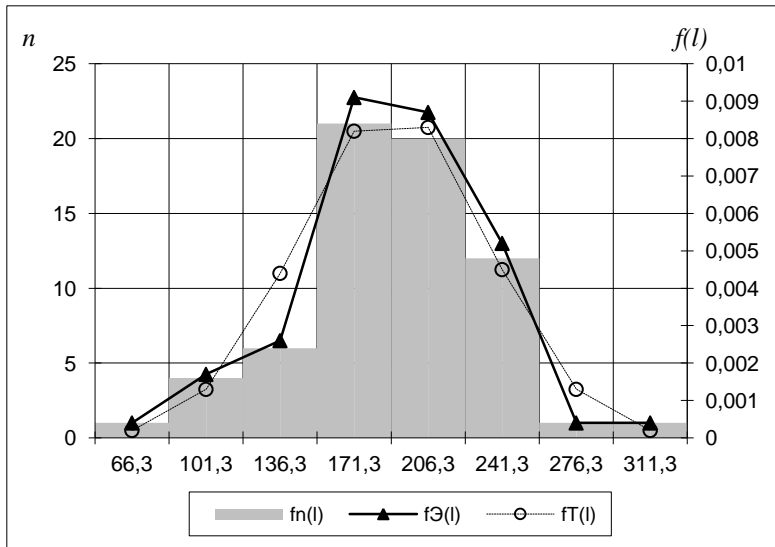

Рис. 2 Гистограмма середины интервалов  $f_n(l)$ , кривая распределения плотностей вероятностей  $f_Э(l)$ , теоретическая кривая распределения  $f_T(l)$ .
• по результатам расчета строятся гистограмма, графики  $f_{\mathcal{D}}(l_r)$  и  $f_T(l_r)$  (рис. 2).